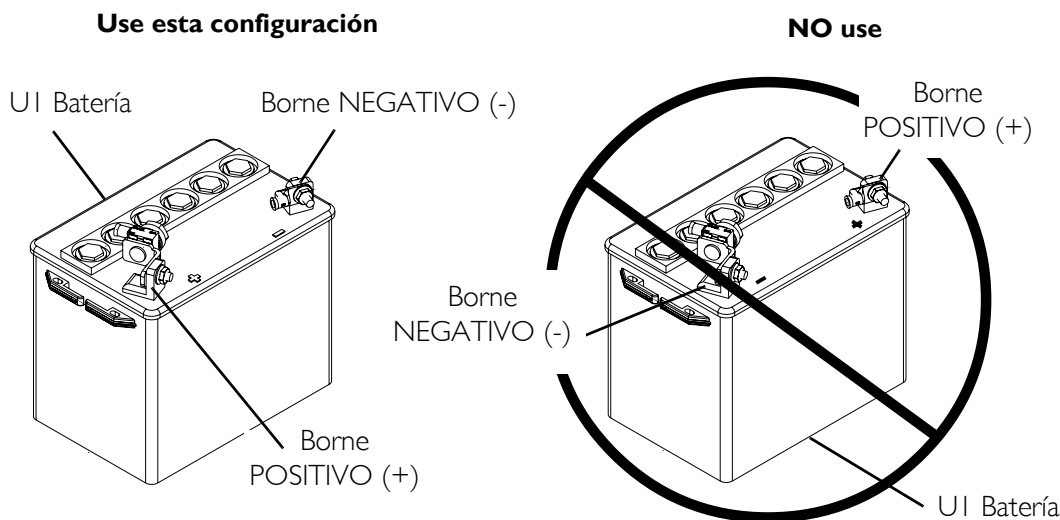

ILUSTRACIÓN 11.1 Empleo de baterías correctas
NOTA: Para ver este procedimiento, consulte la ILUSTRACIÓN 11.1.
2. Trace visualmente unas líneas centrales horizontal y vertical por el medio de la batería (ILUSTRACIÓN 11.1).
4. Inspeccione visualmente la batería para asegurarse de la correcta posición de los bornes POSITIVO y NEGATIVO (ILUSTRACIÓN 11.1).